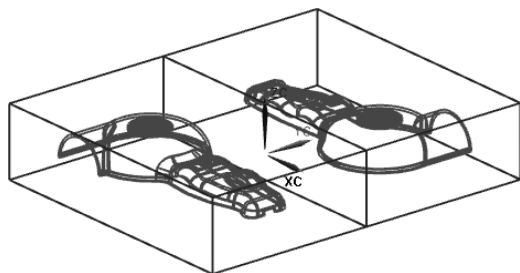

图 10-17 自动对准中心
(3) 在【型腔布局】对话框中, 单击【自动对准中心】按钮, 将模具坐标系定位于布局模型的中心位置, 如图 10-17 所示。关闭该对话框。